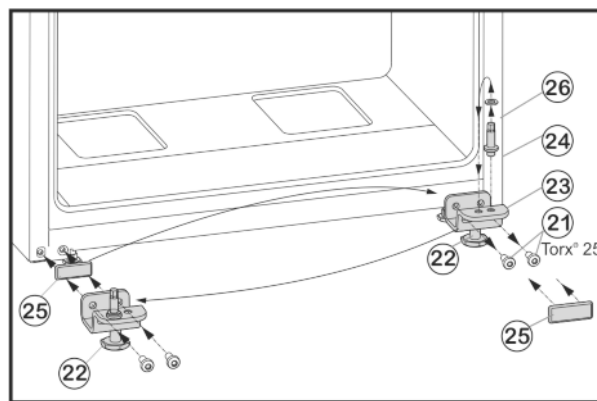

Fig. 6
- ▶ Upevňovací šrouby Fig. 6 (21) odšroubujte.
- ▶ Vyjměte spodní stojan ložiska Fig. 6 (23) i s ložiskovým čepem Fig. 6 (24), podložkou Fig. 6 (26) a seřizovací nožkou Fig. 6 (22).
- ▶ Ložiskový čep Fig. 6 (24) kompletně odšroubujte i s podložkou Fig. 6 (26), přemístěte do protilehlého upínacího otvoru stojanu ložiska a opět přišroubujte.
- ▶ Krycí desku Fig. 6 (25) opatrně sejměte a přemístěte ji na protější stranu.
- ▶ Spodní stojan ložiska Fig. 6 (23) opět kompletně, i s ložiskovým čepem Fig. 6 (24), podložkou Fig. 6 (26) a seřizovací nožkou Fig. 6 (22), případně s pomocí akumulátorového šroubováku silou (4 Nm) našroubujte na nové straně závěsu dveří.
- ▶ Spodní dveře nasadte shora na ložiskový čep Fig. 6 (24).
- ▶ Seřizovací nožku Fig. 6 (22) na spodním stojanu ložiska Fig. 6 (23) vytáčejte, až dosedne na zem.